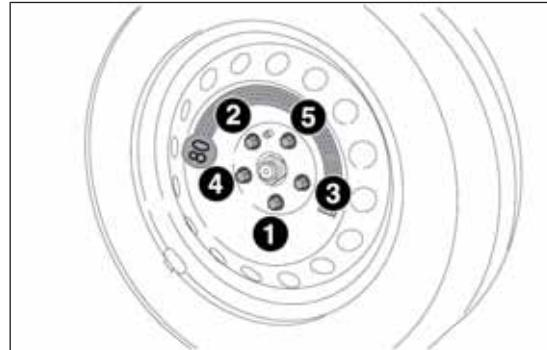

fig. 37
- mediante l'utilizzo della chiave A, avvitare a fondo le colonnette, passando alternativamente da una colonnetta a quella diametralmente opposta, secondo l'ordine numerico illustrato in fig. 37;